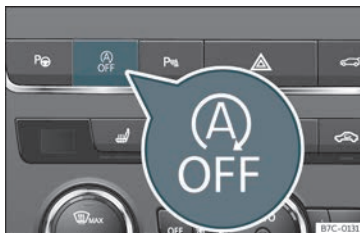

Fig. 200 Consola central: tecla del sistema Start-Stop.
- Per desconectar/connectar manualment el sistema Start-Stop, premeu la tecla  **>>> fig. 200.**